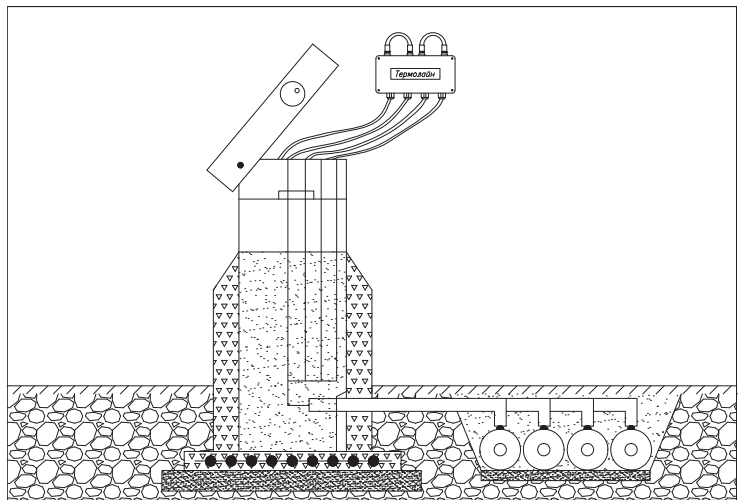

Рис. 13 «Установка терминала в наземном ковре»
17. При установке терминала в ковре (Рис. 13) пункты с 12 по 14 не выполнять.